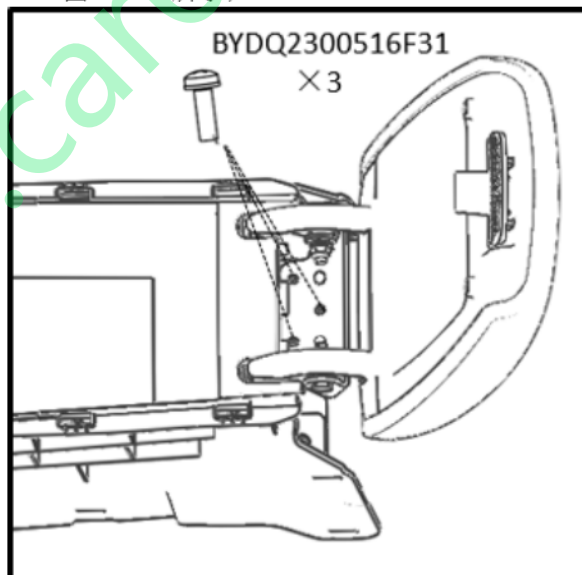

图 1.6.16 副仪表板扶手总成的拆卸
- (1) 用十字螺丝刀依次松开固定扶手组件的三个螺钉(BYDQ2300516F31十字槽盘头螺钉和平垫圈组合件),将扶手组件整体取下。如图1.6.16所示;